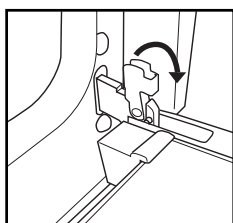

Fig. 1
2. Levante las sujeciones y empújelas al máximo hacia delante (Fig. 1).